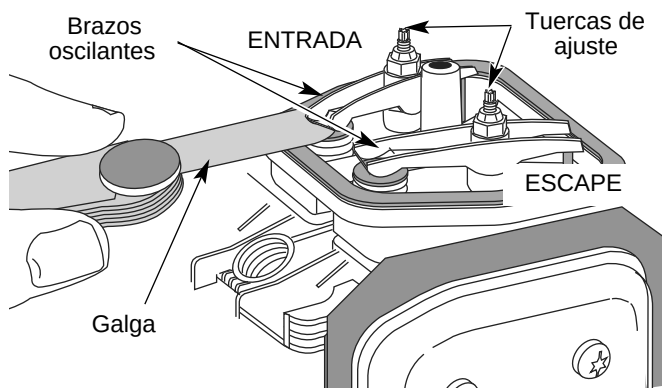

Fig. 38
9. Deslice la galga entre el brazo oscilante y el resorte de retorno de la válvula. Mida el huelgo entre el vástago de la válvula y el brazo oscilante (Fig. 38). Realice esto en las válvulas de entrada y de escape.
El huelgo recomendado para las válvulas de entrada y de escape es 0,076 Ø 0,152 mm (0,003 Ø 0,006 pulgadas). Use un calibre regular de automovil de 0,127 mm (0,005 pulgadas). El calibre debe deslizarse entre el balancín y el vástago de la válvula con una ligera cantidad de resistencia, sin doblarse (Fig. 38 y 39).